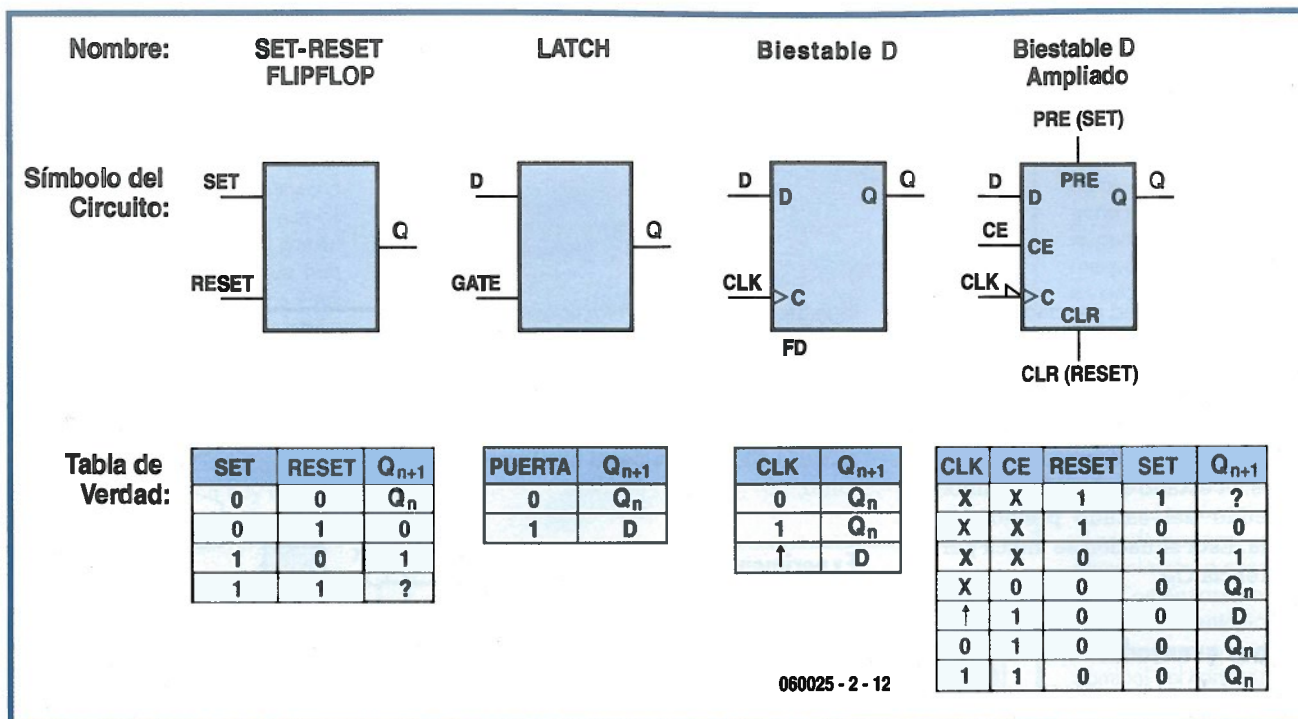

Figura 2. Varios tipos de biestables y sus tablas de verdad.
¿Cómo podemos trasladar esto que acabamos de ver a una tabla de verdad? La respuesta se muestra en la **Figura 2**. El biestable SR se ve en el esquema situado más a la izquierda.
Un modelo algo más avanzado de biestable es el tipo que se muestra como un "latch". En la **Figura 2** se ve también su tabla de verdad. Este tipo de biestable tiene dos entradas: D (de "datos"), y Puerta (Gate en inglés), y una salida (Q). El estado de la salida Q es el mismo que el de la entrada D, siempre y cuando la entrada "Puerta" se mantenga a nivel lógico "1". Cuando la entrada "Puerta" pasa a nivel lógico "0", la salida Q mantiene su valor independientemente del estado de la entrada D. Por lo tanto, podemos decir que este componente almacena, de manera efectiva, el estado de la entrada D en el momento en que la señal "Puerta" pasa a valer "0".
El biestable tipo D puede ampliarse fácilmente con una variedad de entradas adicionales. La **Figura 2** nos muestra también como ampliar un biestable del tipo D. En el ejemplo que se muestra, el biestable tiene tres entradas más además de las entradas "D" y "CLK": SET, RESET y CE. Las entradas SET y RESET realizan las mismas funciones que si se tratase de un biestable